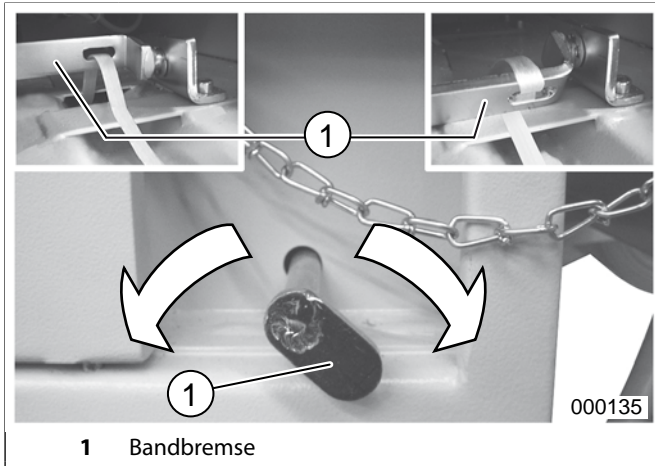

Abb. 15 Bandbremse
Die Bandbremse (Abb.15) muss geschlossen sein (Hebel nach rechts drehen).
2. Bandbremse (Abb. 15/1) öffnen.
4. Bandbremse (Abb.15) schließen.
3. Bandbremse (Abb.15) öffnen.